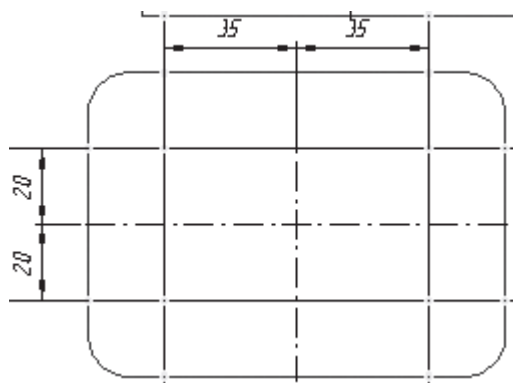

Рис. 55
5. Построить вспомогательные параллельные прямые по обе стороны от вертикальной и горизонтальной осевых линий детали на расстоянии 35 и 20 мм соответственно. Размеры не проставлять (рис. 55).